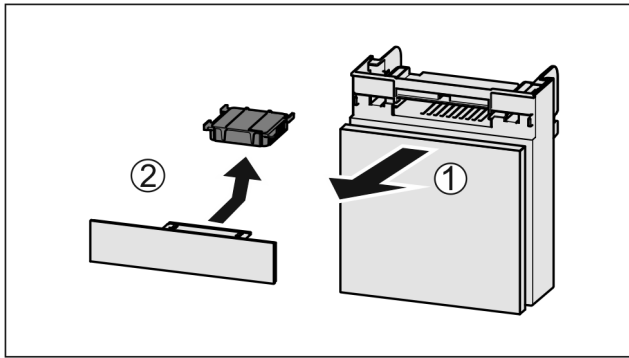

Fig. 242
- ▶ Fach nach vorne herausziehen Fig. 242 (1).
- ▶ Aktivkohlefilter entnehmen Fig. 242 (2).